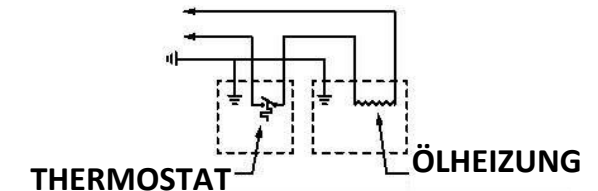

Abbildung 7. Ölheizungs- und Thermostat-. Schaltplan
**HINWEIS:** Um die Öltemperatur zu regeln, muss das Thermostat mit der Heizung in Reihe verschaltet werden. Der Thermostat wird in Reihe mit der Heizung wie folgt verkabelt. *Siehe Abbildung 7.*